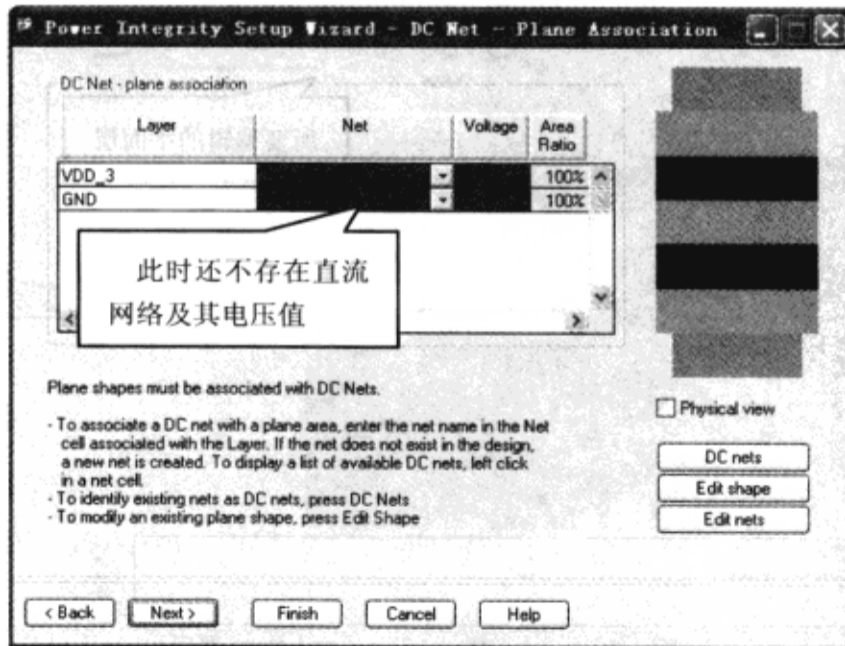

图 7-12-35 “Power Integrity Setup Wizard-DC Net-Plane Association”对话框
(2) 在 Allegro PCB PI option XL 警告窗口中单击“是 (Y)”按钮，弹出“Power Integrity Setup Wizard - DC Net-Plane Association”对话框，如图 7-12-35 所示，注意此时“Net”栏和“Voltage”栏是红色的，它表明了两件事情：首先，PCB 上还没有定义网络；其次，已定义的直流网络还没有被分配直流电压值。如果允许软件创建平面层形状，只要输入一个网络名称，软件会自动为平面层创建网络。此外，只要输入一个网络名称和这个网络的直流电压值，软件就会自动为这个网络设置所需要的直流电压值。接下来将创建一个直流网络，并为这个网络分配直流电压值。